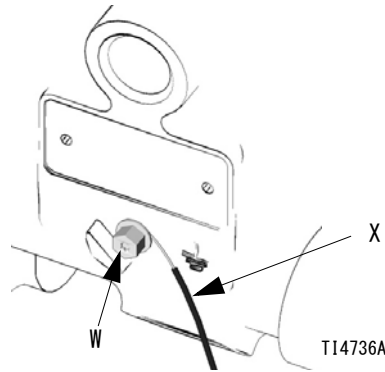

図 2: 接地線の接続
- **ポンプ**：図2に示すように接地線とクランプを接続します。接地ネジ (W) をゆるめます。最小断面積 12 ga. (1.5 mm2) の接地ワイヤ (Y) の一方の終端を接地ネジの背部に挿入し、ネジをしっかり締めます。接地線のクランプ側を大地アースに接続します。設置線とクランプの注文部品番号は 222011 です。